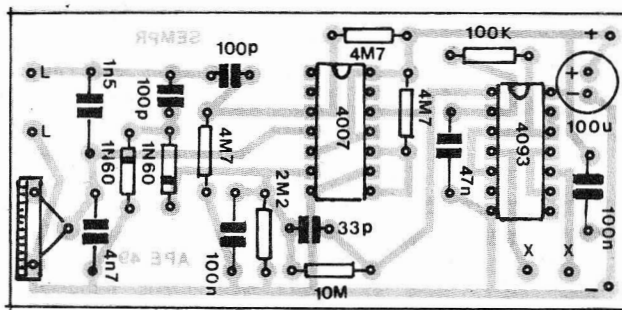

Fig.3
- FIG. 3 - "CHAPEADO" DA MONTAGEM - "Traduzir" um simples es-
que numa montagem real, não requer mais do que inserir, corretamente, as peças no respectivo Impresso, e efetuar cuidadosamente as soldagens dos seus terminais às devidas ilhas cobreadas... Entretanto, um conhecimento prévio "do que é o quê...", polaridades, terminais, etc., torna-se necessário, para que não ocorram inversões ou trocas, danosas ao funcionamento do circuito como um todo, e à integridade física dos próprios componentes...! A fig. 3 mostra, então, a plaquinha pela sua face não cobreada, com as principais peças já posicionadas... Alguns componentes são polarizados, e assim requerem maior cuidado e atenção no "enfiamento" das suas "pernas" nos respectivos furos: os dois Integrados, ambos ficando com as extremidades marcadas voltadas para as posições dos resistores de 4M7 (4007) e 100K (4093), os dois diodos 1N60, cada um deles com seu "lado" de Catodo (K) nitidamente marcado pelo anel ou faixa em cor contrastante numa das extremidades do corpinho cilíndrico e o capacitor eletrolítico, com suas "pernas" positiva e negativa também marcadas com clareza... Resistores e capacitores comuns não são polaridades, podendo seus terminais serem então ligados "daqui pra lá ou de lá pra cá", indiferentemente... Contudo seus valores devem ser previamente lidos com exatidão, para que
- FIG. 5 - CONEXÕES EXTERNAS À PLACA - As tais ilhas periféricas mencionadas no texto referente à fig. 3, revelam agora suas utilizações, nas ligações das peças e componentes que ficam **fora** da placa... Notar que o Impresso ainda é visto pela face não cobreada... As ligações da bobina sensora e da cápsula piezo não oferecem dúvidas, já que não são polarizadas... O único requisito é não fazê-las com fios muito longos... Na verdade, toda a fiação externa às placas, em quaisquer montagens, deve ser **sempre** tão curta quanto permita a instalação final do circuito na sua caixa... Fios longos, emaranhados, são uma fonte de problemas eletrônicos, elétricos e... estéticos, devendo ser evitados! As conexões da alimentação são **polarizadas**, devendo o Hobbyista sempre lembrar que o fio **vermelho** do “clip” corresponde ao **positivo** (+), enquanto que o fio **preto** refere-se ao **negativo** (-). O interruptor geral deve ficar (como é convencional...) intercalado na linha do **positivo** (fio **vermelho**..) da alimentação.